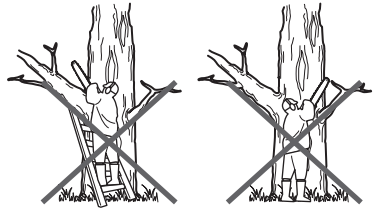

Imagen 22
- > No utilice el producto con los brazos totalmente extendidos y no intente serrar zonas de difícil acceso, o subido a una escalera de mano. Nunca utilice el producto por encima de la altura de sus hombros (Imagen 22).